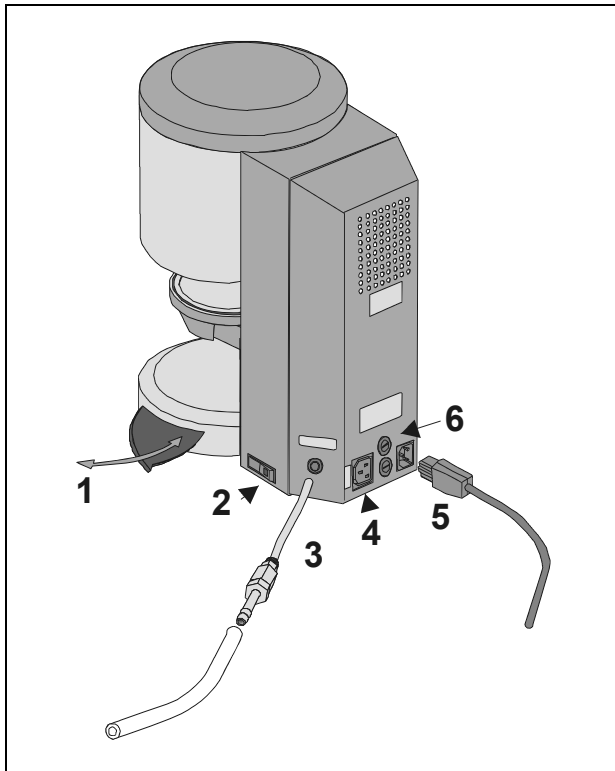

Fig. 1
- Raccorder la pompe à vide (Fig. 1).
- Brancher l'appareil sur le secteur avec le cordon secteur fourni (Fig. 1). Utiliser un câble de type HO5RR-F 3G1,0 mm2 pour le raccordement. Eviter le raccordement aux prises de distribution à rallonge; risque d'incendie en cas de surcharge.
Si l'appareil n'est pas utilisé, monter le lift dans l'enceinte de cuisson et arrêter l'appareil à l'interrupteur principal (voir fig. 1, rep. 2). La fermeture de l'enceinte de cuisson protège l'isolation et empêche la pénétration d'humidité. Pour arrêter l'appareil, appuyer sur l'icône d'arrêt, voir section 13, le lift remonte automatiquement, affichage, arrêter l'appareil à l'interrupteur principal.